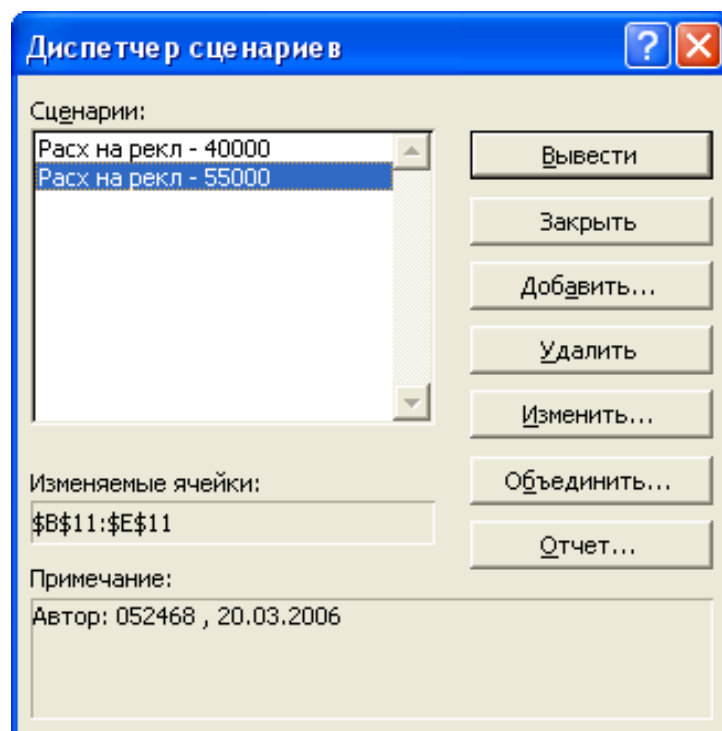

Рис.29. Новый сценарий добавлен с помощью диспетчера сценариев
- На экран снова будет выведено диалоговое окно **Диспетчер сценариев**, в списке появится имя только что созданного сценария (рис.29.).